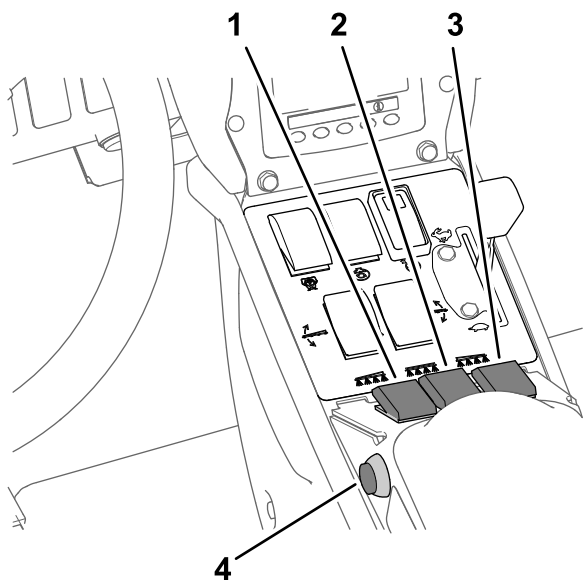

Figure 29
7. Placez le(s) interrupteur(s) de section en position ACTIVÉE (Figure 29).
10. Conduisez à la vitesse voulue, puis réglez la commande générale des sections en position MARCHÉ pour commencer la pulvérisation (Figure 29).
- Placez la commande générale des sections en position ARRÊT; voir Figure 29 sous Pulvérisation en mode débit d'application (page 35).
7. Placez les interrupteurs des sections individuelles en position ACTIVÉE; voir Figure 29 sous Pulvérisation en mode débit d'application (page 35).
9. Conduisez à la vitesse voulue puis réglez la commande générale en position MARCHE pour commencer la pulvérisation; voir Figure 29 sous Pulvérisation en mode débit d'application (page 35).